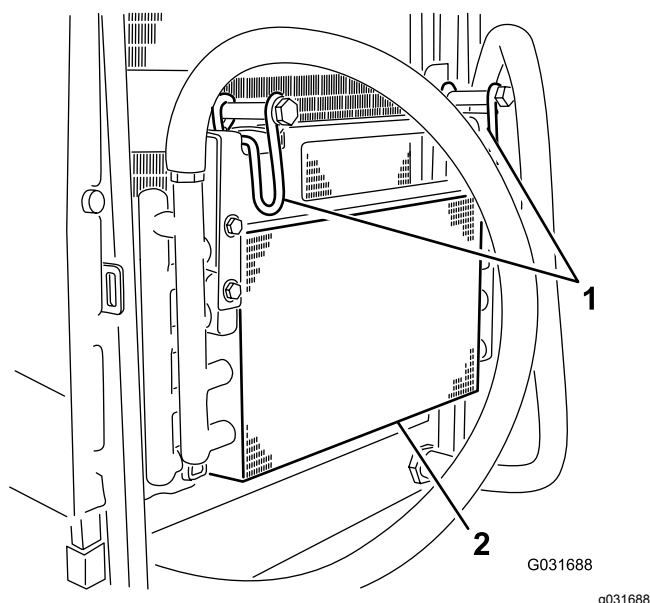

Figura 49
5. Articule os trincos para dentro para libertar o arrefecedor do óleo (Figura 49).